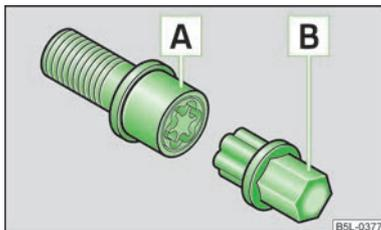

Abb. 133
- › Den Adapter **B** » **Abb. 133** mit seiner verzahnten Seite bis zum Anschlag so in die innere Verzahnung der Anti-Diebstahl-Radschraube **A** stecken, dass nur noch der äußere Sechskant herausragt.